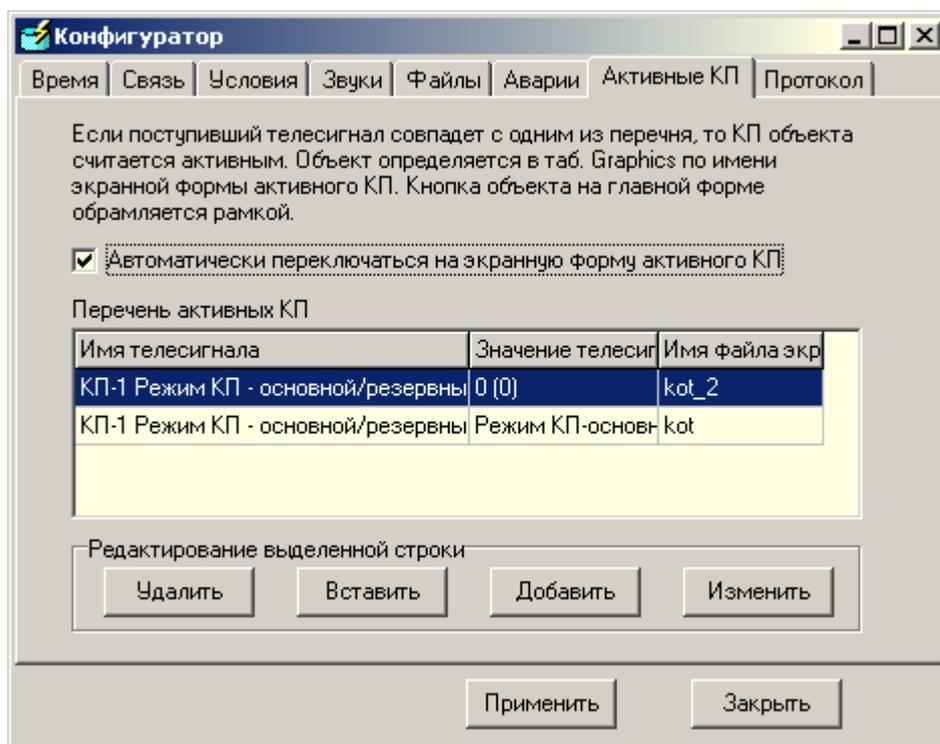

Рис.3.10. Окно конфигурации АРМ ТМ. Закладка “Активные КП”.
3.4.7. Закладка “Активные КП” имеет вид, показанный на рис.3.10.